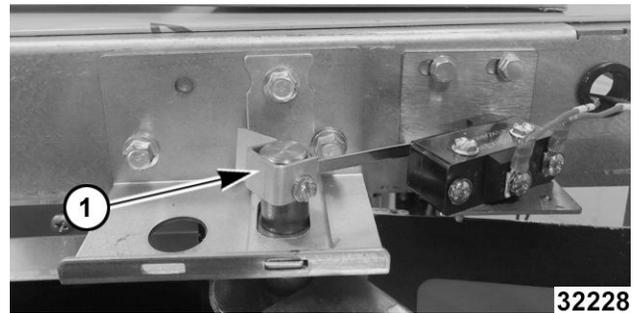

Fig. 39
2. If servicing right side door, remove door switch lever (1, Fig. 39).